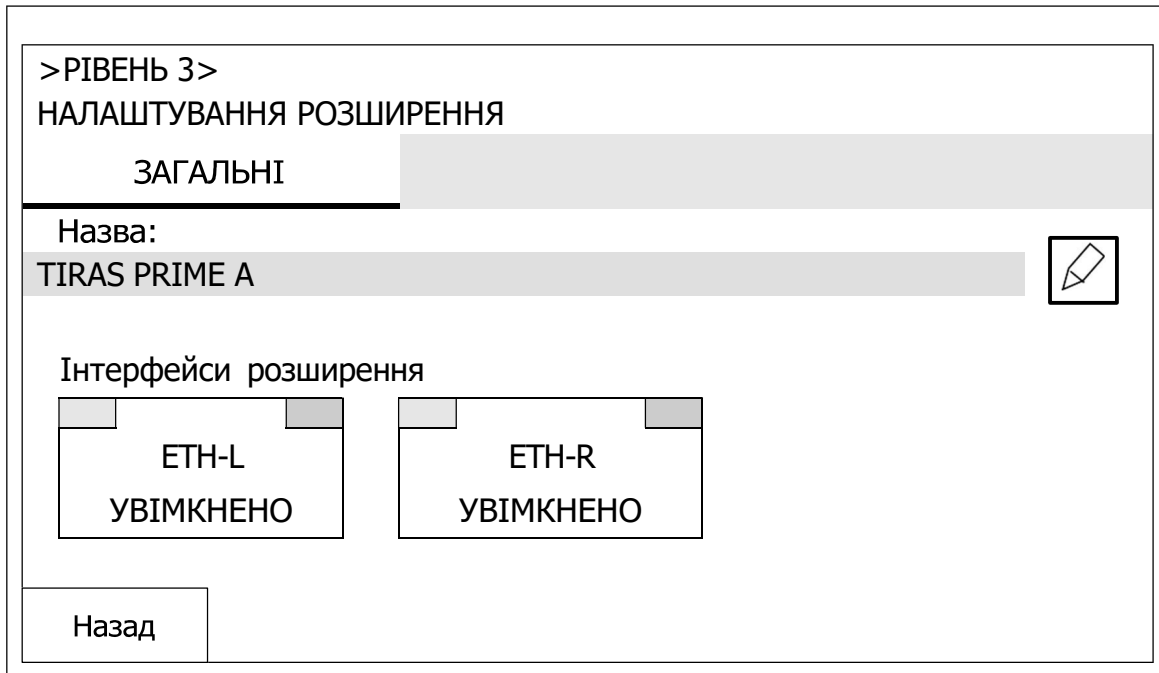

Рисунок 10.16.1 – Вікно налаштувань інтерфейсів розширення Ethernet
10.16.1 Якщо доторкнутися до кнопки [НАЛАШТУВАННЯ РОЗШИРЕННЯ], відкривається вікно (рис. 10.16.1), в якому знаходиться меню увімкнення/вимкнення інтерфейсів розширення Ethernet. Опис застосування меню наведений нижче.